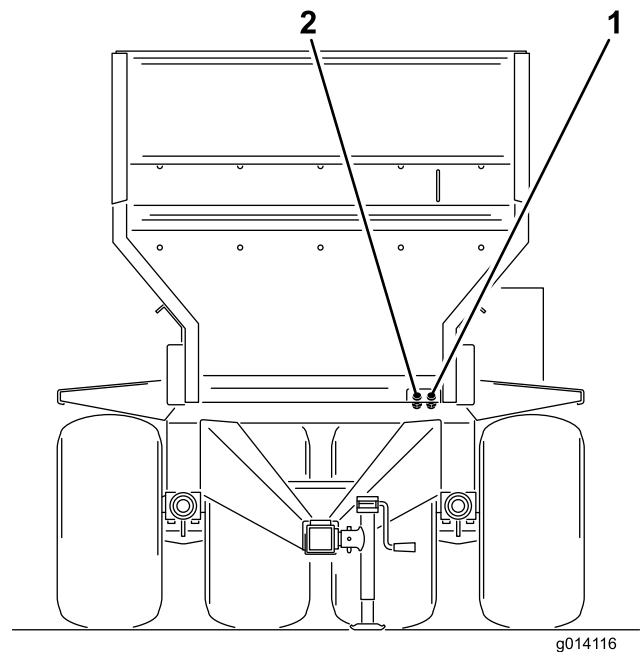

Bild 17
6. Schließen Sie die beiden Hydraulikschläuche von der Maschine am Zugfahrzeug an. Stellen Sie sich vor die Maschine und schließen Sie den rechten Schlauch an der Druckseite und den linken Schlauch an der Rücklaufseite an (Bild 17). Der Rücklaufschlauch hat ein einseitiges Rückschlagventil. Der Pfeil am Rückschlagventil sollte zum Rücklaufanschluss des Zugfahrzeugs zeigen.